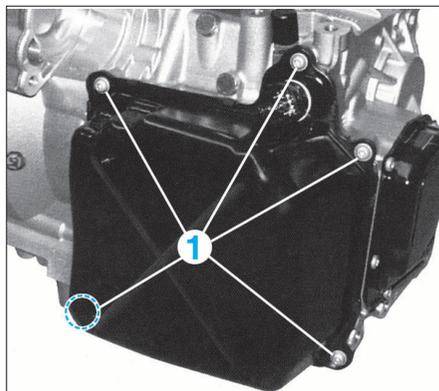

FIG. 18
- les vis (1) du carter d'huile en diagonale puis le déposer (Fig.18).